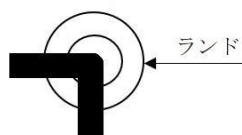

図 12 配線の方向変更
- キ 配線の変える場合は、図 12 のようにランド上で行い、そのランドをはんだ付けすること。